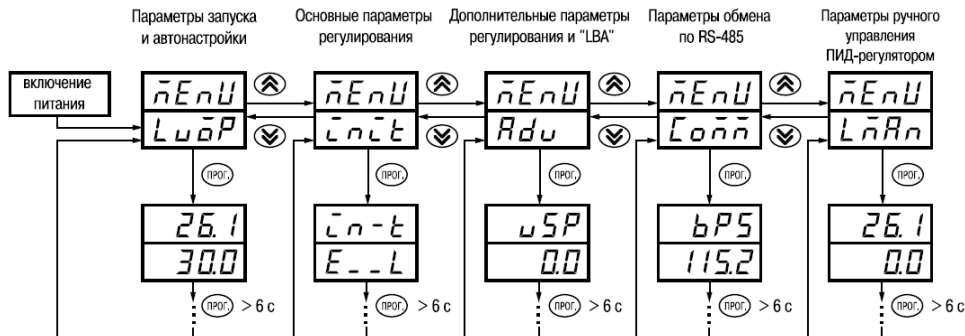

Рисунок 6.1
6.1.2 Основные параметры прибора объединены в 5 групп: *LuāP*, *ċnċt*, *Adu*, *Coññ* и *LñAn*, составляющих меню прибора (рисунок 6.1). Полный список программируемых параметров приведен в Приложении Г.